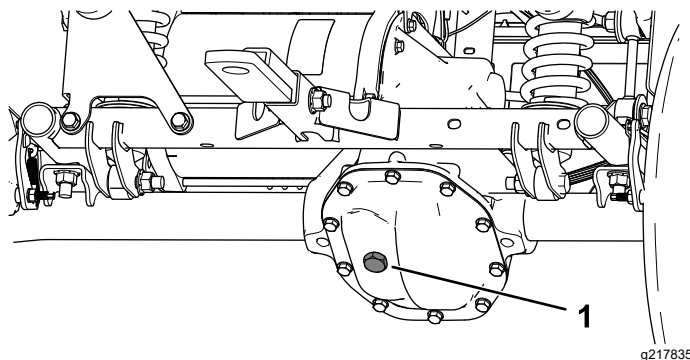

Figure 48
4. Enlevez le bouchon de remplissage de la boîte-pont (Figure 48).
5. Si le niveau de liquide est trop bas, enlevez le bouchon de remplissage et ajoutez le liquide spécifié jusqu'à ce qu'il ressorte par l'orifice (Figure 48).
4. Retirez le bouchon de remplissage de la boîte-pont et remplissez celle-ci avec le liquide spécifié jusqu'à ce qu'il ressorte par l'orifice de remplissage (Figure 48).